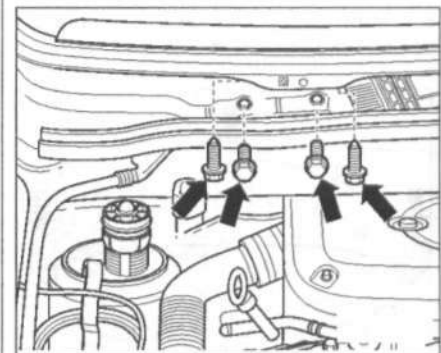

Рис. 13.69. Открутите четыре болта (стрелки).
22. Открутите четыре болта (стрелки) (рис. 13.69).